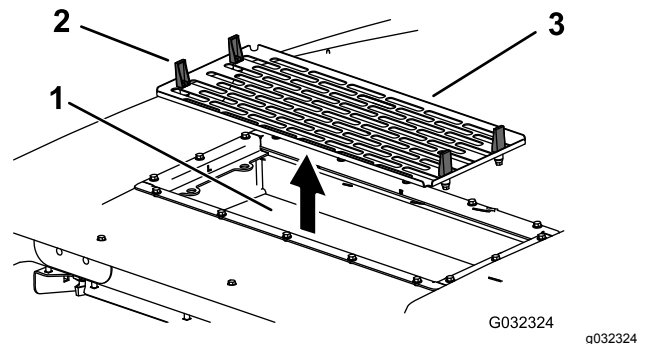

**Figure 115**
- Reposez les filtres à air, la grille et le ventilateur (Figure 114, Figure 115 et Figure 116).
- Rebranchez le câble de chaque ventilateur (Figure 115).